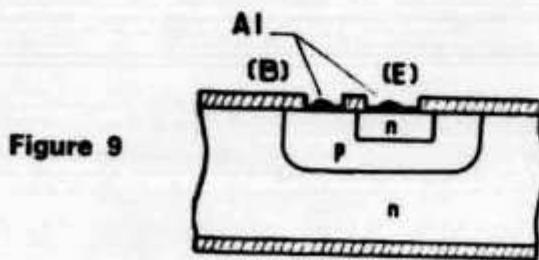

Figure 9
I) On effectue une troisième opération de photogravure pour dégager l'emplacement des futures connexions de base et d'émetteur. Les surfaces ainsi dégagées sont métallisées à l'aluminium (fig. 9).